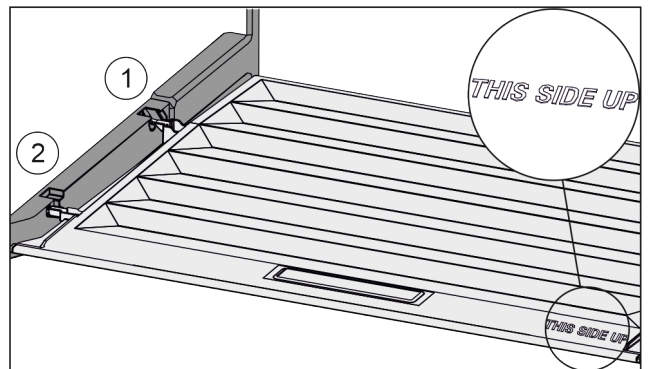

Fig. 81
- ▶ 从后部固定支架 Fig. 81 (1)开口导入桥形接片并卡入固定支架 Fig. 81 (2)的前端。